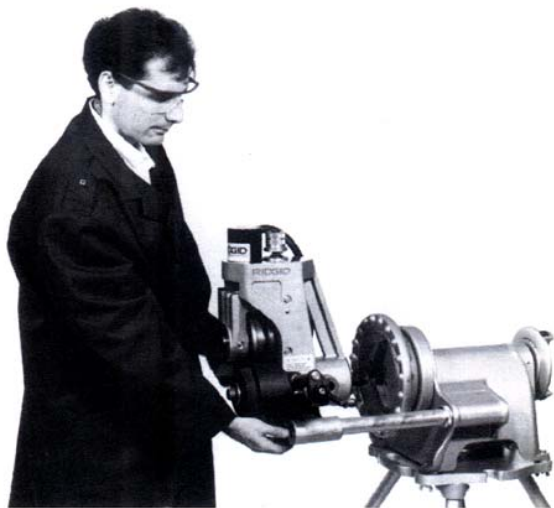

图 2—安装在 300 动力驱动装置上
3. 将底座组件滑到 300 动力驱动装置的支臂上（见图 2）